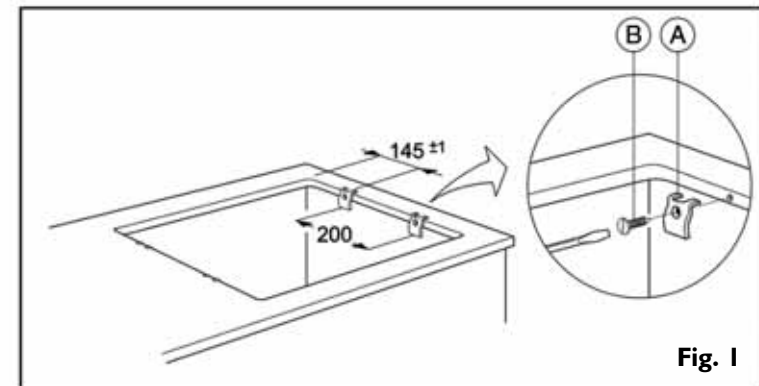

Fig. 1
1. Fixez les étriers (A) (fig. 1) à l'aide des vis fournies (B) (fig. 1) comme illustré, en veillant à respecter les distances spécifiées.
1. Fixez la table de cuisson dans le plan de travail (fig. 1).